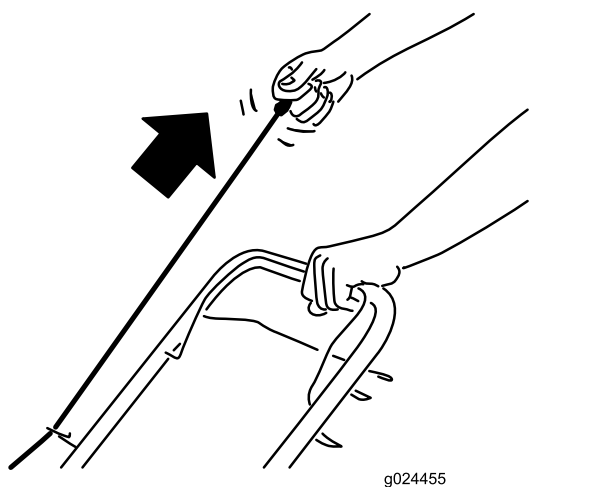

図 15
2. 抵抗を感じるまでスタータハンドル 図 15 を引き上げ、そこから力強く引き、手を離してロープが自然に引き込まれるようにする。